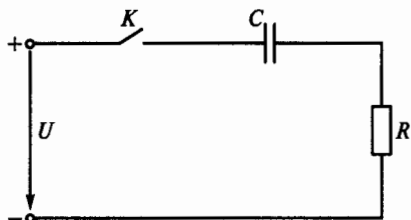

Рис. 141
**4.6.** В электрической цепи, схема которой приведена на рис. 141,  $R = 2$  МОм,  $C = 10$  мкФ. Какова длительность переходного процесса